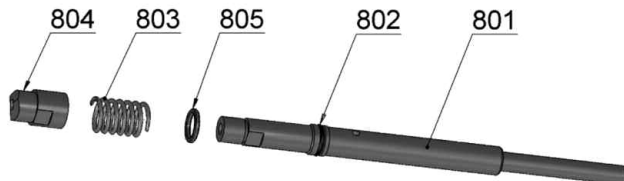

Fig. 4
- 3) Tubo di aspirazione completo (fig.2 - pos.8) - Controllare tutte le parti, spingi ganasce, molla, tubo di aspirazione e o'ring - se un componente è danneggiato o usurato, rimuoverlo (fig.4) e sostituirlo con uno nuovo.